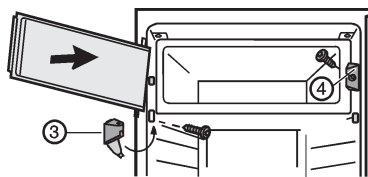

Fig. 3
- ▶ Sluitstuk Fig. 3 (4) monteren.
- ▶ Lagerbus Fig. 3 (3) monteren en afdekking dichtklappen.